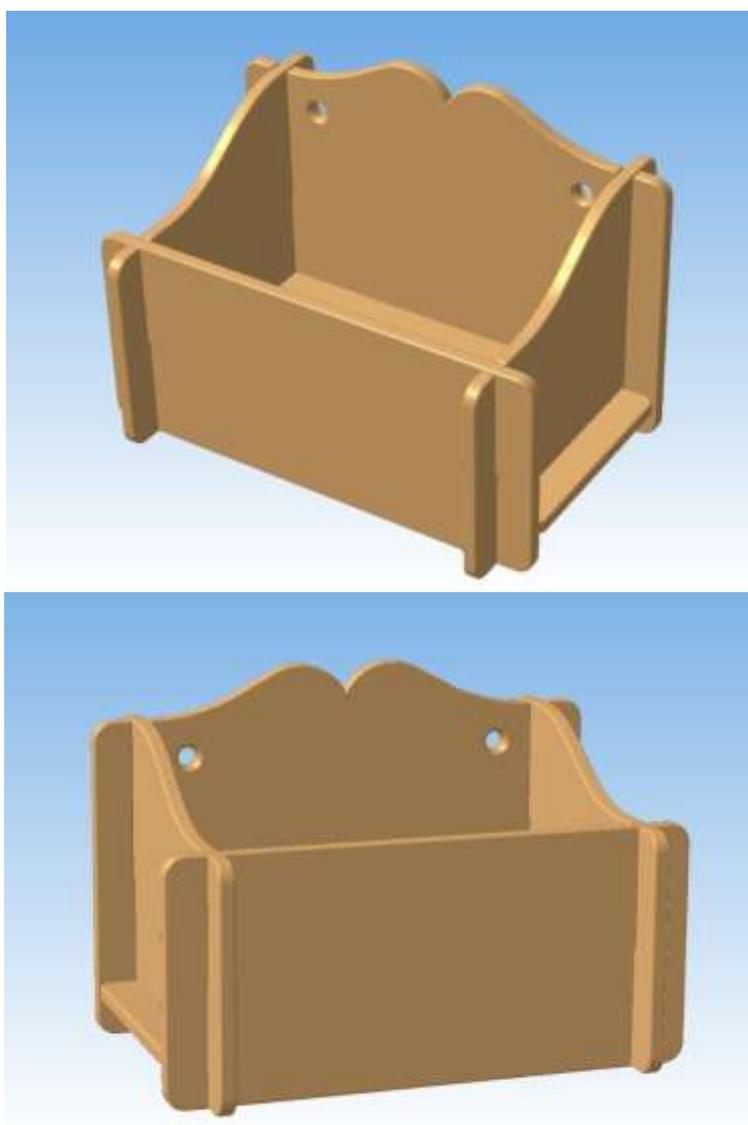
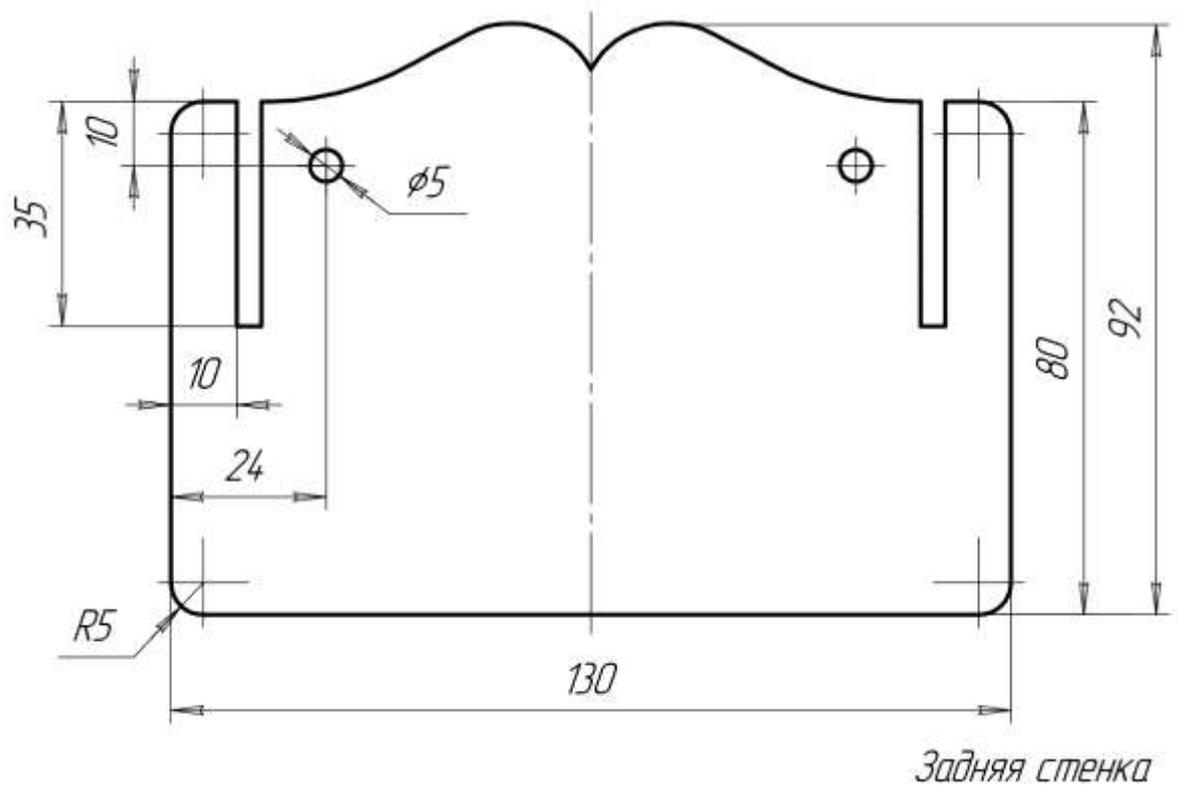

Рис. 1
Рис. 3
1. С помощью рисунков (см. рис. 1; 2) и чертежей (см. рис. 3; 4; 5) сконструировать и изготовить изделие.